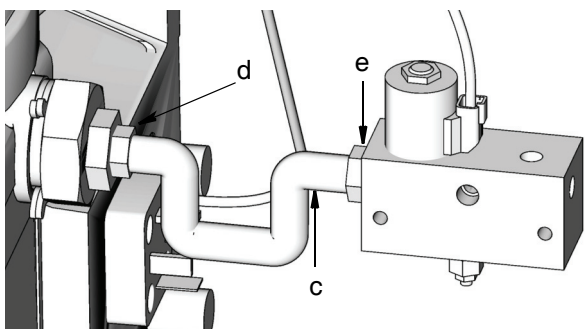
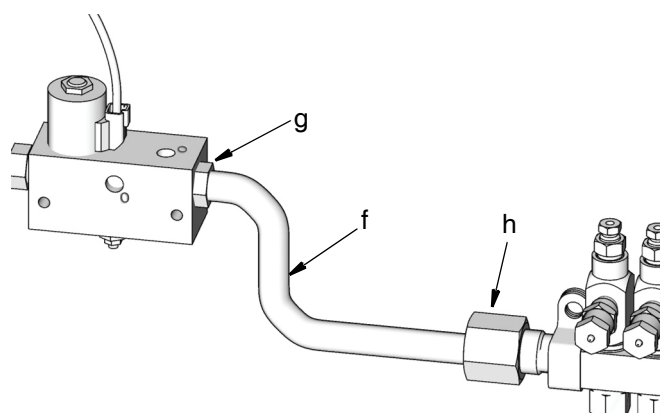

FIG. 5
FIG. 6
6. Collegare il tubo (c) di ingresso al raccordo (d) dell'elemento pompa e al raccordo (e) di ingresso alla porta del collettore (contrassegnata da "I") (FIG. 5). Stringere solo con chiave.
7. Collegare il tubo principale (f) ad una delle uscite (g) del collettore (contrassegnato da "O") e l'ingresso (h) iniettore (FIG. 6).
3. Rimuovere la condotta esistente installata tra l'elemento pompa (d) (FIG. 5) e l'ingresso (h) iniettore (FIG. 6).